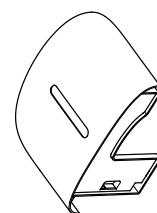

Abb. 3
3. Kippen Sie den Tank über die Spüle und gießen Sie das Wasser aus (Abb. 3). Dabei passen Sie auf, dass die Klappe aus dem Behälter nicht ausfällt.